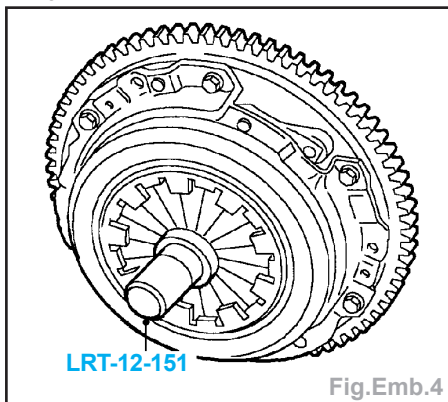

Fig.Emb.4
- Poser l'outil d'alignement **LRT-12-151** (Fig.Emb.4).